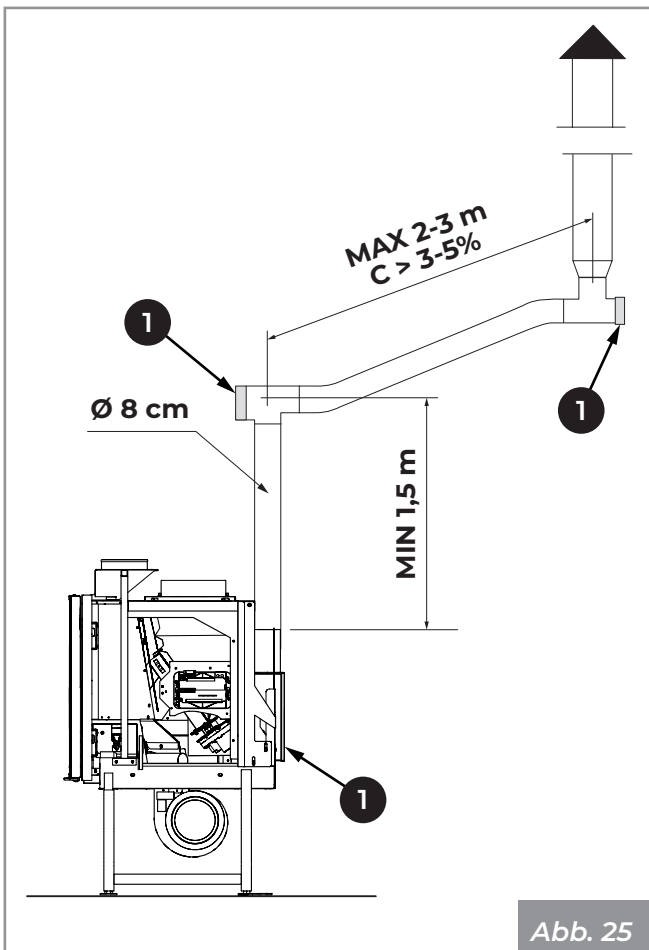

Abb. 25
Es wird empfohlen, maximal 3 Richtungsänderungen vorzunehmen, zusätzlich zu der, die sich aus dem rückseitigen Anschluss des Geräts an den Kamin ergibt, wobei 45° - 90° Kurven oder T-Stücke (**Abb. 25**) zu verwenden sind.
Immer ein T-Stück mit einer Inspektionsskappe (1) bei jeder horizontalen und vertikalen Änderung des Rauchabzugsverlaufs verwenden (**Abb. 25**).
Die horizontalen Abschnitte müssen eine maximale Länge von 2-3 m mit einer Steigung von 3-5% haben (**Abb. 25**).